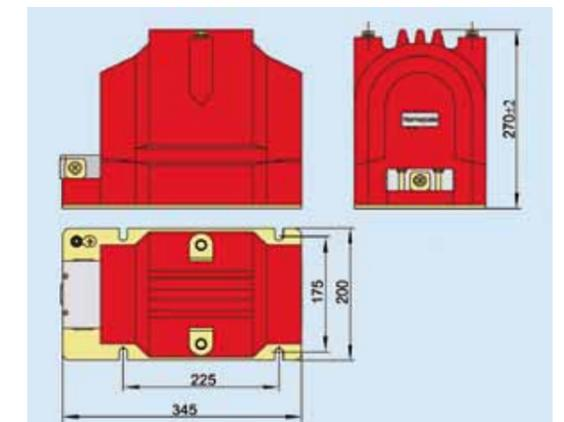

Рис. 6.1 Внешний вид и монтажные размеры трансформатора напряжения JDZ11-10A
**6. Внешний вид и размеры (см. рис. 6.1)**